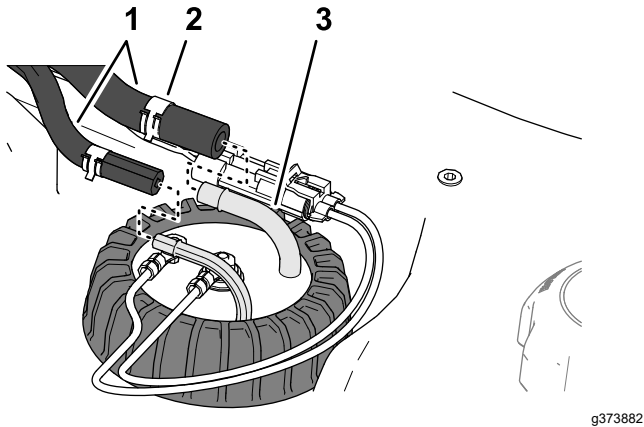

Figure 125
- Éloignez les colliers qui fixent les flexibles sur les raccords vers l'intérieur du transmetteur de niveau de carburant, et débranchez les flexibles des raccords (Figure 125).